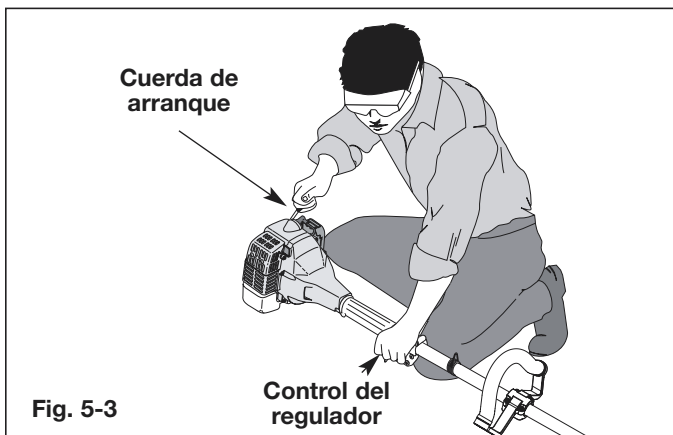

Fig. 5-3
5. Con la unidad en el suelo, apriete el control del acelerador y manténgalo apretado. Tire la cuerda de arranque con brío (Fig. 5-3). Continúe tirando hasta que el motor pareciera que quiere arrancar (normalmente 2 a 5 tiradas).
7. Tire la cuerda de arranque con brío 1 a 3 veces hasta que arranque el motor. (Fig. 5-3).
1. Saque la mano del control del regulador (Fig. 5-3). Deje que el motor funcione a marcha lenta.